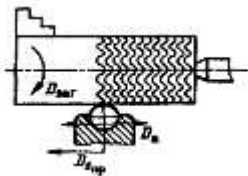

Рис.1
5. Схема на рис.1 – это схема _____.